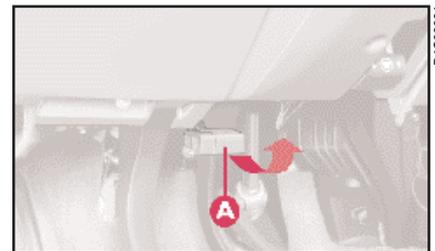

fig. 80
1) Tirer, dans le sens de la flèche, la manette **A** (fig. 80) (de couleur rouge) volontairement placée contre le tablier pour éviter toutes manœuvres accidentelles.